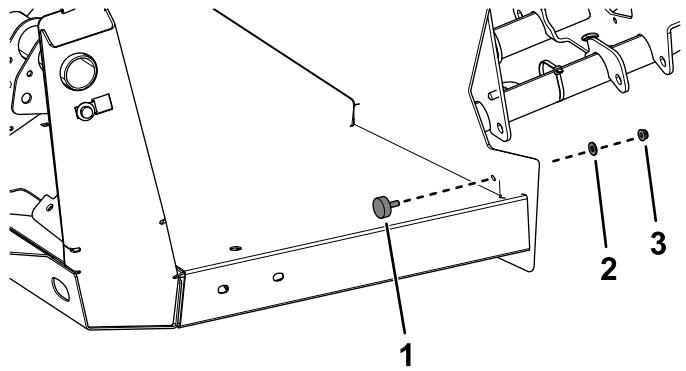

Figura 24
5. Instale un tope de goma con una arandela y una tuerca con arandela prensada (1/4") a cada lado (Figura 24).